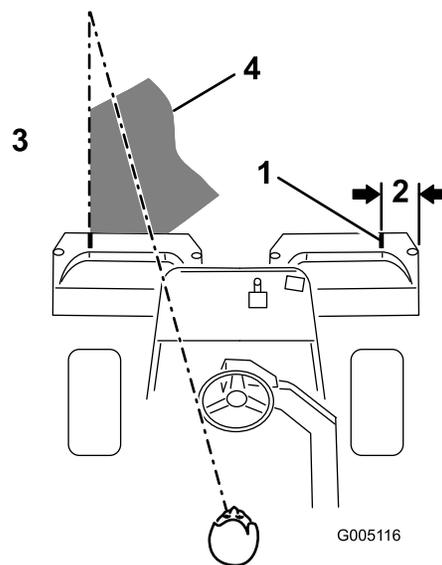

図 24
**注** グリーン内をぶれずにきれいに直進し、刈り込みの済んだ列との距離を一定に保って走るためには、車体前方 1.8 から 3 m のところに視線を置いて、刈り込み済みの済んでいる列にラインを合わせるようにするのがコツです  図 24。ハンドルを目印にして距離を合わせても良いでしょう。その場合、ハンドルの縁と本機前方の目標ラインとを重ねて見ながら運転します。